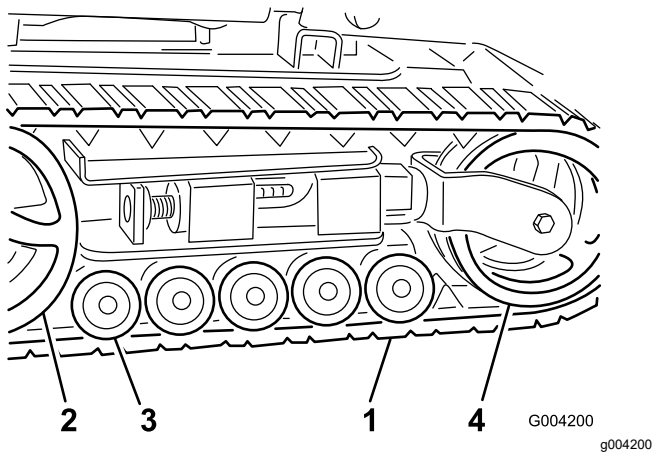

Рисунок 45
**Внимание:** Убедитесь, что опорные катки, натяжное колесо, и ведущая звездочка полностью очищены (Рисунок 45). Очищенные опорные катки должны свободно вращаться.